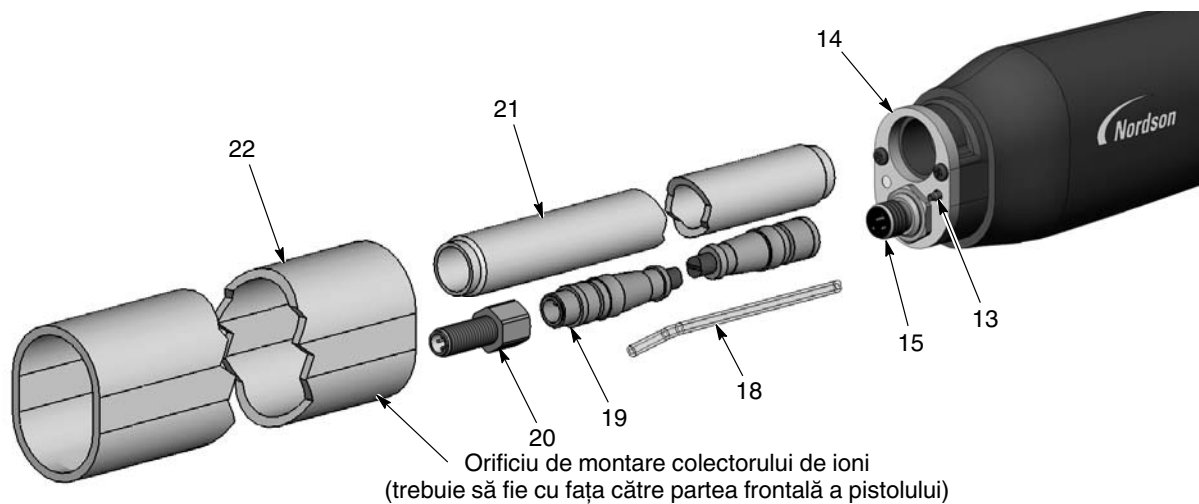
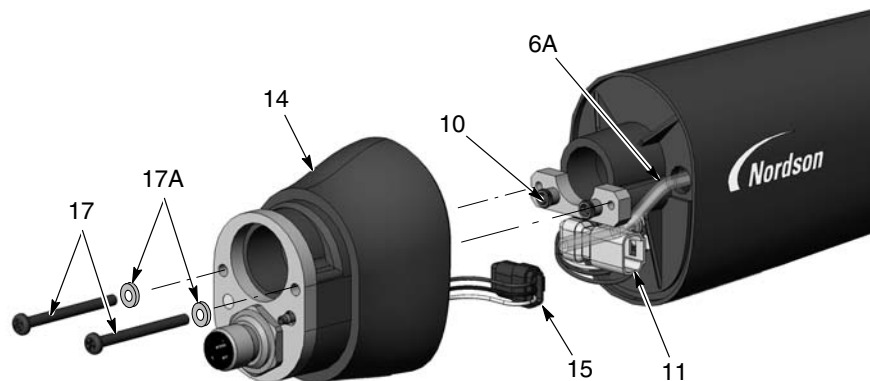
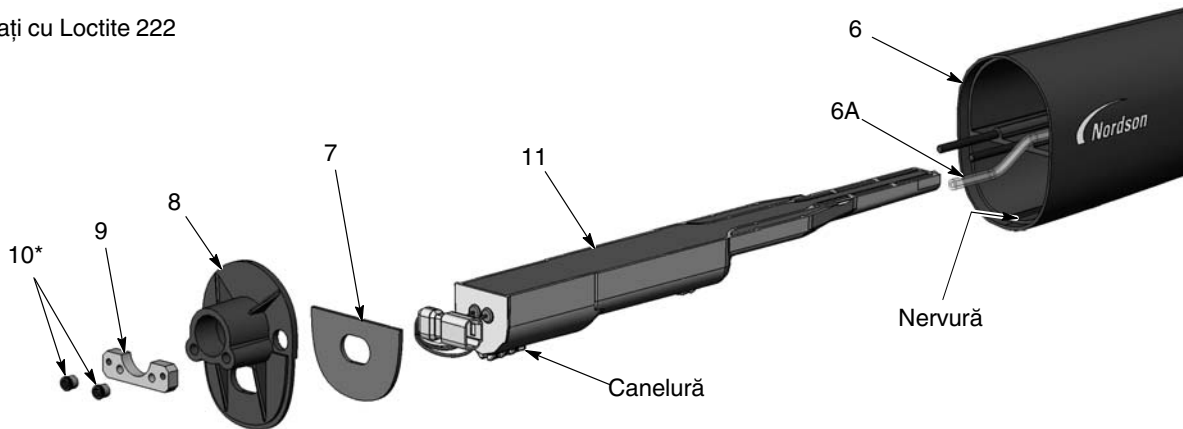

Figura 7-8 Dezasamblarea pistolului montat pe tub 2 / 5
Figura 7-9 Dezasamblarea pistolului montat pe tub 3 / 5
Figura 7-10 Dezasambarea pistolului montat pe tub 4 / 5
7. Vezi Figura 7-8. Trageți tubul de montare (22) de pe ansamblul corpului spate (14) și peste tubul de prindere (21).
9. Deconectați cablul prelungitor (19) de la fasciculul de cabluri al prizei (15).
10. Deconectați tubulatura transparentă pentru aer de 4 mm (18) de la racordul striat (13).
11. Dacă înlocuiți cablul prelungitor, demontați priza cablului (20). În caz contra, le puteți lăsa conectate.
12. Vezi Figura 7-9. Demontați cele două șuruburi cu cap tubular (17) și șaibele de blocare (17A) de la corpul pistolului spate (14).
13. Trageți cu grijă corpul posterior al pistolului pentru a îl îndepărta suficient de peretele despărțitor (8) pentru a deconecta fasciculul de cabluri de alimentare electrică (11) de la fasciculul de cabluri al prizei (15) și tubulatura ansamblului filtrului (6A) de la racordul striat din interiorul corpului posterior.
14. Vezi Figura 7-10. Cu o cheie hexagonală de 1/8-in. desfaceți cele două piulițe Allen (10) și placa de înșurubare (9) de la peretele despărțitor (8). Apoi demontați peretele despărțitor de la corpul pistolului (6), introducând fasciculul de cabluri pentru alimentarea cu electricitate prin peretele despărțitor.
15. Glisați sursa de alimentare (11) din corpul pistolului.
17. Garnitura (7) este lipită de peretele despărțitor cu ajutorul unui adeziv sensibil la presiune. Dacă garnitura este deteriorată, înlocuiți-o cu una nouă.
1. Vezi Figura 7-10. Montați sursa de alimentare cu electricitate (11) în corpul pistolului (6), asigurându-vă că nervura corpului pistolului se potrivește în canelurile sursei de alimentare cu electricitate. Așezați ferm sursa de alimentare cu electricitate în corpul pistolului.
2. Introduceți fasciculul de cabluri pentru alimentare cu electricitate prin peretele despărțitor (8), apoi montați peretele despărțitor și placa de înșurubare (9) peste prezoanele corpului pistolului. Aplicați adeziv threadlock Loctite 222 pe piulițele Allen (10) și înfiletați-le pe prezoane. Strângeți piulițele la 0,45 N•m (64 inch-ounce) cu o cheie hexagonală de 1/8-in.
3. Vezi Figura 7-9. Conectați fasciculul de cabluri al prizei (15) la fasciculul de cabluri al sursei de alimentare cu electricitate (11). Plița conectorii fasciculului de cabluri (11, 15) în ansamblul corpului spate în pozițiile prezentate.
4. Conectați tubulatura ansamblului filtrului (6A) la racordul striat din interiorul corpului spate. Introduceți tubulatura transparentă pentru aer suplimentară în corpul pistolului, apoi montați corpul spate pe peretele despărțitor cu ajutorul șuruburilor (17) și al șaibelor de blocare (17A).
5. Vezi Figura 7-8. Înșurubați tubul de prindere (21) în corpul spate (14).
6. Conectați cablul prelungitor (19) la fasciculul de cabluri al prizei din ansamblul corpului spate.
7. Conectați tubulatura transparentă de 4 mm (18) la racordul striat din ansamblul corpului spate.
8. Orientați tubul de montare (22) cu orificiul colectorului de ioni orientat către partea din față a pistolului.
9. Vezi Figura 7-8. Conectați cablul prelungitor (19) la priza (20) din capacul de capăt (23).
11. Montați capacul de capăt pe tubul de montare, introducând tubul de prindere (21), tubulatura transparentă de 4 mm (18) prin capacul de capăt.
12. Asigurați priza cablului (20) în capacul de capăt cu ajutorul șabei de blocare și al piuliței.
13. Înfiletați piulița tubului de prindere (24) pe tubul de prindere și strângeți bine.
14. Montați piulița olandeză (25) la tubulatura transparentă de 4 mm.